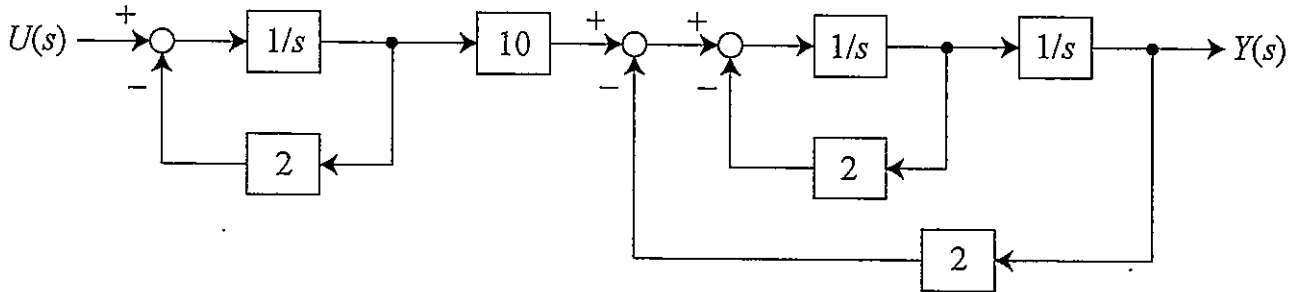
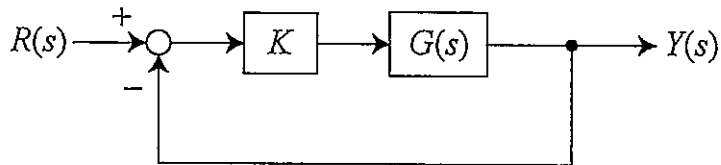

図1
図2
(1) 図1のブロック線図で表されるシステムの $U(s)$ から $Y(s)$ までの伝達関数 $G(s)$ を求めよ。
(2) 図1のシステムの安定性を調べよ。
(3) 図2のフィードバックシステムにおいて、安定限界となる K を求めよ。ただし $G(s)$ は、図1で表されるシステムである。
(4) 図2の $R(s)$ に単位ステップ入力があったとき、 $Y(s)$ の定常偏差を求めよ。ただし $K=1$ とする。